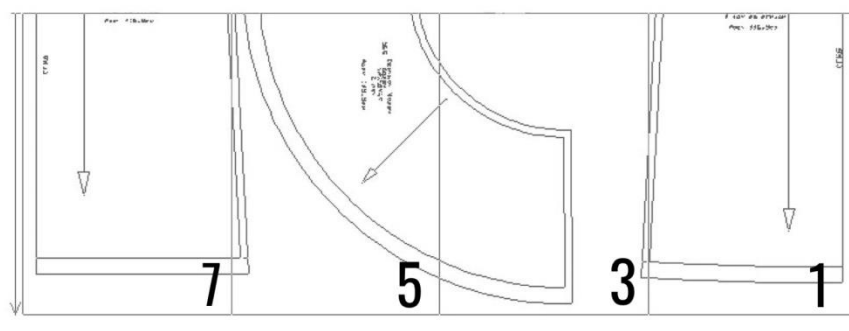

Рис. 2 – Склеивать горизонтальными рядами по 4 листа
7. Оставшиеся на листе рамки намажьте канцелярским клеем и совмещайте соседние в раскладке листы, стыкуя линии чертежа без пропусков и наложения. Удобнее склеивать раскладку сначала короткими горизонтальными рядами (по длинной стороне листа, их в каждом ряду по 4 шт), затем эти ряды между собой (см. рис. 2,3);